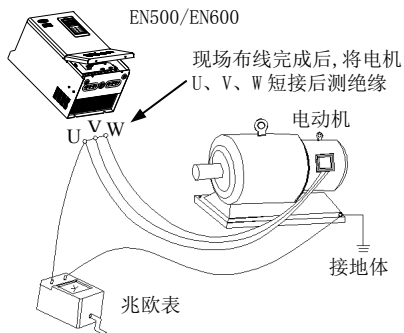

图 1-1 电机绝缘检查示意图
- (1) EN500/EN600 系列为电压型变频器，使用时电机的温升、噪声和振动与工频运行相比较略有增加，属正常现象。
- (2) 如果需要以低速恒转矩长期运行，必须选用变频电机。若使用一般的异步交流电机低速运行时，应监控电机温度或采取强制散热措施，以防烧毁电机。
- (3) 减速箱及齿轮等需要润滑的机械装置在长期低速运行时，可能由于润滑效果变差造成损坏，请事先采取必要措施。
- (4) 若超过电机额定频率运行时，除了考虑电机的振动、噪音增大外，还必须确保电机轴承及机械装置的使用速度范围，请务必事先确认。
- (5) 对于提升设备和大惯性之类的负载，变频器常会因产生过流或过压故障而跳闸，为保证正常工作，应考虑选配适当的制动组件。
- (6) 应通过端子或其它正常的命令通道对变频器进行起停控制。严禁在变频器输入侧使用接触器等强电开关直接频繁起停操作，否则会造成设备损坏。
- (7) 如果需要在变频器输出和电机之间安装接触器等开关器件，请确保变频器在无输出时进行通断操作，否则可能会损坏变频器。
- (8) 变频器在一定的输出频率范围内，可能会遇到负载装置的机械共振点，可设置跳跃频率来避开。
- (9) 使用前，应确认电源电压在允许的工作电压范围之内，否则应做变压处理或订购特种变频器。
- (10) 在海拔高度超过 1000 米的条件下，变频器应降额使用，每增加 1000 米高度输出电流约降低额定电流的 10%。
- (11) 电机在首次使用或长时间放置后再使用之前，应做电机绝缘检查。请使用 500V 电压型兆欧表按图 1-1 所示进行检查，绝缘电阻不得小于  $5\text{ M}\Omega$ ，否则有损坏变频器的可能。